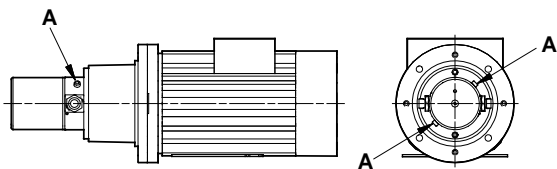

Fig. 4 Tapones de purga
1. **Purga:** Aflojar los tapones de purga "A" antes de arrancar la bomba, ver la fig. 4. La bomba está llena de agua cuando ésta empieza a salir por los orificios. Volver a apretar los tapones.